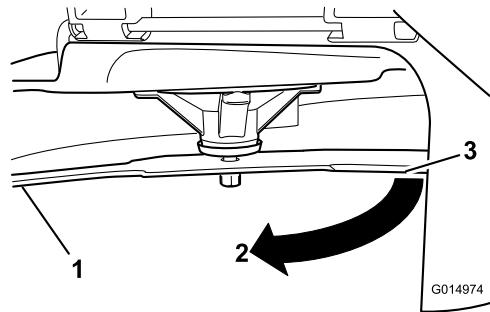

Figura 67
- 3. Distancia medida entre la cuchilla y la superficie (A)
- 4. Gire la misma cuchilla 180 grados de manera que el otro extremo esté en la misma posición (Figura 67).